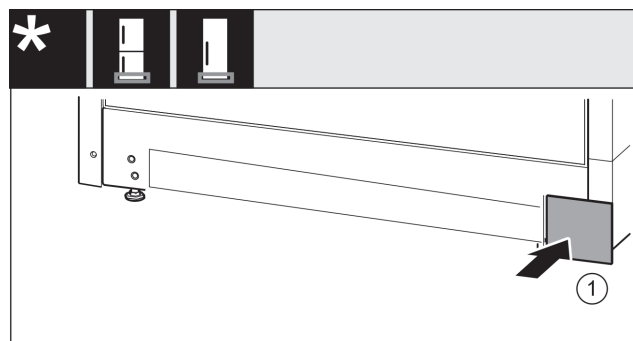

Fig. 32
- Remettre le cache Fig. 32 (1) en place de l'autre côté.